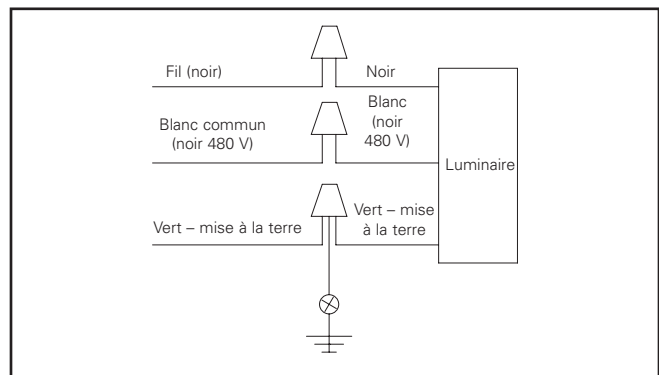

Figure 4.
4. Effectuez le raccord des fils à l'intérieur du bras de montage. Consultez le schéma de câblage pour effectuer les raccords. Raccordez les fils d'alimentation aux fils appropriés du luminaire : (Figure 4).
1. Déterminez la méthode de câblage des fils selon qu'ils se trouvent à l'intérieur de la crosse ou à l'intérieur d'une boîte de jonction distincte. Des fils d'alimentation sont prévus à la sortie du bras du poteau pour effectuer les raccords. Consultez le schéma de câblage pour effectuer les raccords. Raccordez les fils d'alimentation aux fils appropriés du luminaire, comme montré à la Figure 4.
3. Fixez fermement la crosse au bras de montage en utilisant les trois (4) quatre de serrage de 9-16 x 9 mm (3/8-16 x 3/8 po). Mettez le luminaire à niveau pendant que vous serrez les vis de serrage. Serrez à un couple de 13,6 Nm (168 po-lb).